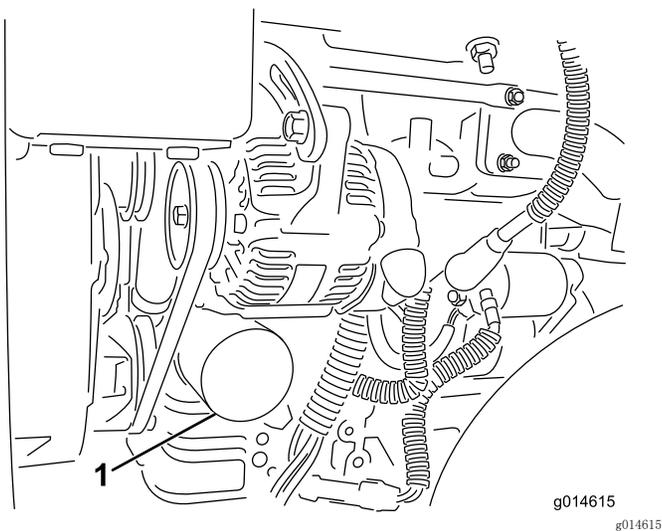

图 33
2. 拆下机油滤芯（图 33）。在新的滤芯垫片上涂上薄薄一层干净油。